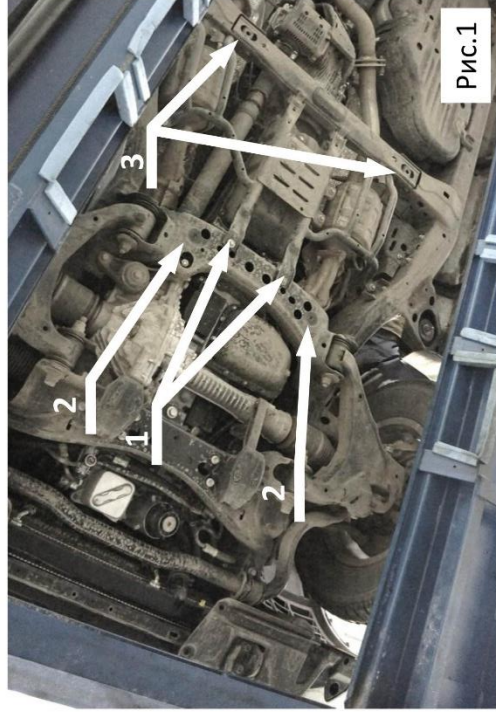

Рис.1
2. Вывернуть штатные болты (рис.1 позиция 1) и вернуть на 2-3 оборота в каждое отв. болт M10x1.25x50+гровер 10+ три усиленные шайбы 10 +эластичные шайбы, как показано на схеме.
3. Ввернуть на 2-3 оборота болты M8x50 +гроверы 8 +усиленные шайбы 8 +эластичные шайбы (рис.1 позиция 2) из комплекта крепежа в штатные точки крепления, как показано на схеме.
5. Установить закладные планки ABC.05.01.000.007 в отверстия балки. (рис.1 позиция 3)
7. Вывернуть из штатных мест ранее вкрученные болты M8x50 (рис.1 позиция 2)